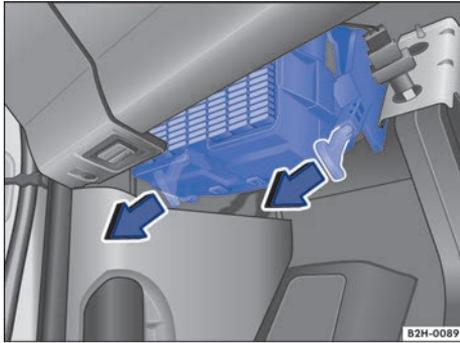

Fig. 167 Caja de fusibles debajo del tablero de instrumentos (vehículos con el volante a la izquierda).
- Para desbloquear la caja de fusibles, tire de las palancas de bloqueo hacia abajo, en el sentido de las flechas ⇒ fig. 167.